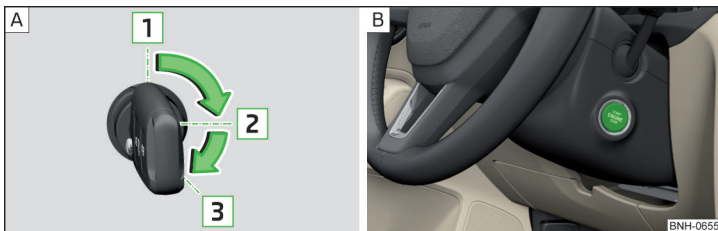

Fig. 179 Pozițiile cheii autovehiculului în butucul de contact/butonul de pornire
Pozițiile cheii autovehiculului în butucul de contact » fig. 179 - A
» Apăsăți butonul » fig. 179- B, contactul se cuplează/decuplează.
- » La autovehicule cu **butuc de contact**, rotiți cheia în poziția 3 » fig. 179 la pagina 161 - A, are loc procedura de pornire. Apoi eliberați cheia, motorul pornește automat.
- » La autovehiculele cu **buton de pornire**, apăsați scurt butonul » fig. 179 la pagina 161 - B, motorul pornește automat.
- » La autovehiculele cu **butuc de contact**, rotiți cheia în poziția 1 » fig. 179 la pagina 161 - A.
- » La autovehiculele cu **buton de pornire**, apăsați butonul » fig. 179 la pagina 161 - B, motorul este oprit simultan cu decuplarea contactului.
- » Mențineți apăsat butonul » fig. 179 la pagina 161 - B sau apăsați-l de două ori în interval de 1 secundă.